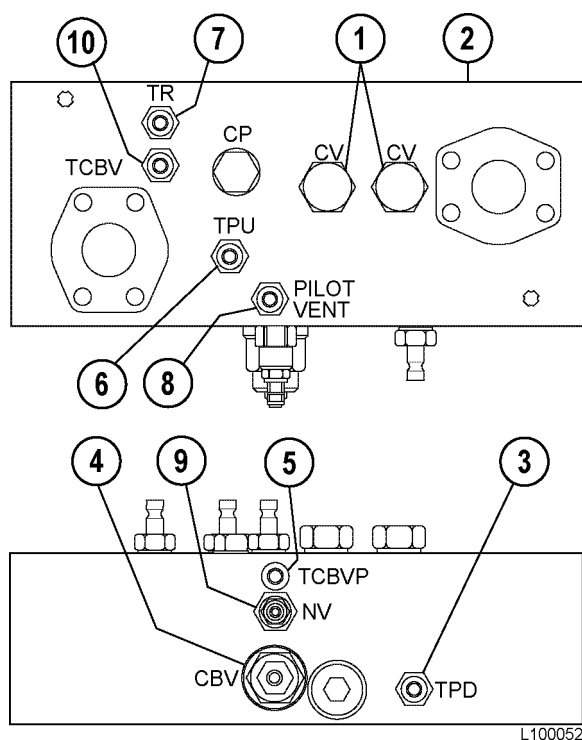

FIGURA 10-17. VÁLVULA DEL MÚLTIPLE DE SOBRECENRO
2. Afloje la tuerca de bloqueo en el vástago de ajuste de la válvula (9, Figura 10-17) en el múltiple de sobrecentro. Gire el vástago de ajuste por completo a la derecha.
3. Retire el tapón del puerto «PILOT VENT» (respiradero piloto) (8) en el múltiple de sobrecentro. Este puerto permanecerá abierto a la atmósfera durante el ajuste. No deje que entre suciedad al puerto abierto.
1. Con la palanca de control de levante en la posición de flotación (FLOAT) y la tolva apoyada en el chasis, afloje la tuerca de bloqueo en el vástago de ajuste de la válvula de contrabalance (4, Figura 10-17). Gire el vástago de ajuste por completo hacia dentro (a la derecha) para que la presión de la válvula de contrabalance sea lo más baja posible.